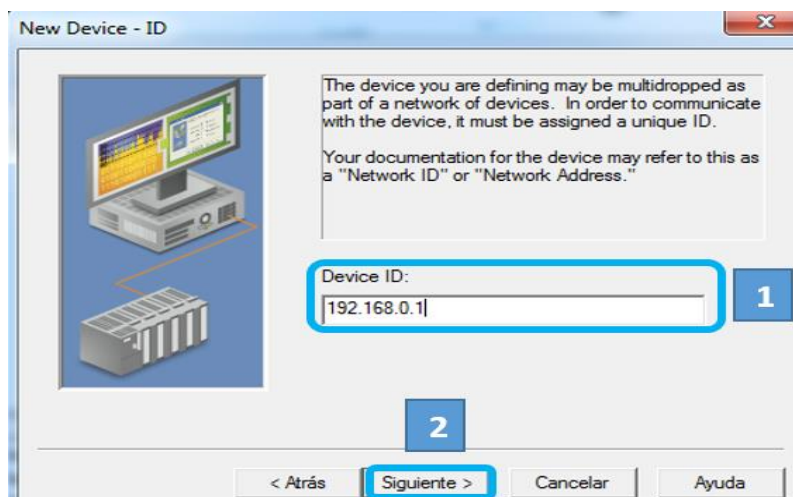

Figura 2.70: Elegir el modelo del dispositivo del canal RED.
3. Elegir el modelo del dispositivo, que es el PLC S7-1200 correspondiente al PLC del banco de pruebas y dar clic en siguiente como se indica en la figura 2.70.